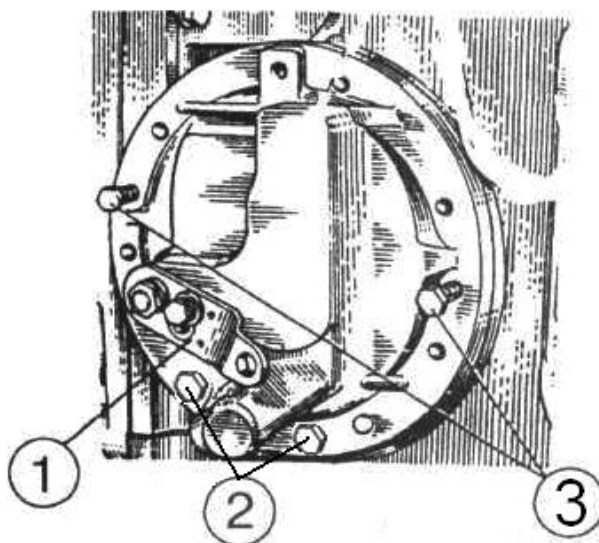
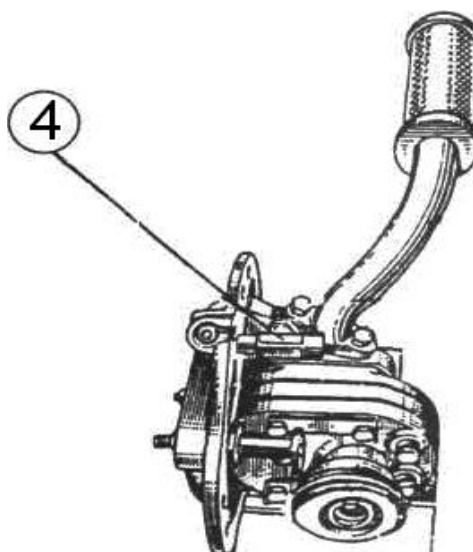

Рисунок 4.28
Рисунок 4.29
2) переведите рычаг включения насоса трансмиссии (1) (**рисунок 4.28**) по часовой стрелке до упора;
3) отверните болты крепления (2) (**рисунок 4.28**), используя демонтажные болты (3) снимите привод насоса (4) (**рисунок 4.29**) в сборе;